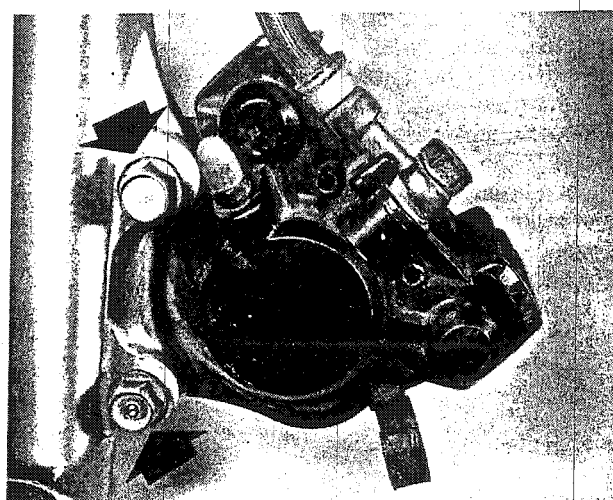

Bild 243
- Die beiden Schrauben entfernen, mit denen die Bremszange an der Halterung befestigt ist (Bild 243). Nun kann die Zange abgehoben werden, wobei die beiden Bremsklötze im Halter zurückbleiben. Beide Bremsklötze und das Antilärmblech an der Rückseite des Bremsklotzes auf der Seite des Bremszylinders herausnehmen.